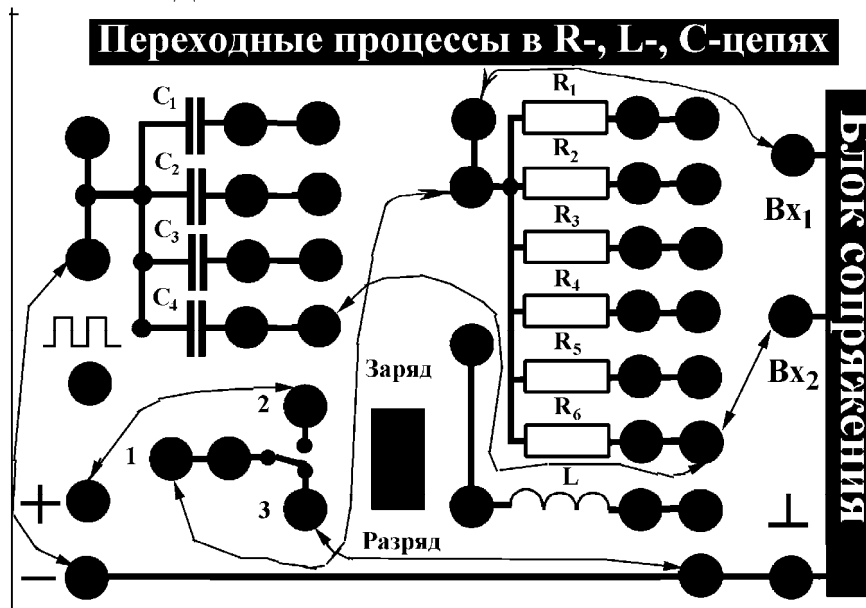

Рис. 3. Соединение элементов учебной платы для выполнения упражнения 1.
1. Соберите электрическую схему в соответствии с рис. 3, при этом в эксперименте используются конденсатор C_4 и сопротивление R_6 . На вход Vx_1 подается сигнал с контакта 1 ключа ЗАРЯД—РАЗРЯД, а на вход Vx_2 — с конденсатора C_4 . При этом ключ должен находиться в положении РАЗРЯД.